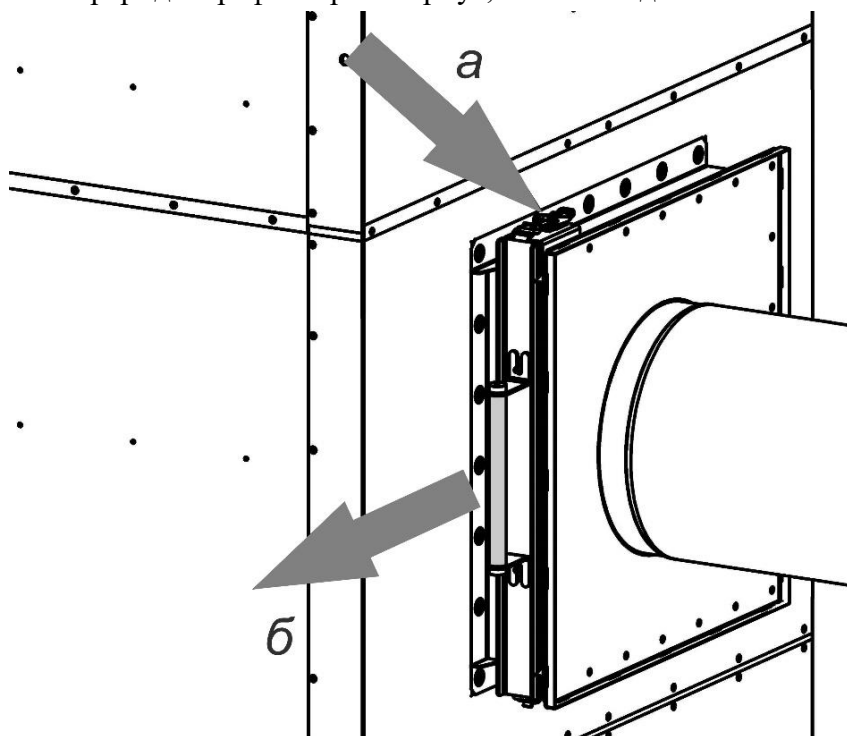

Рисунок 18
- 2) разжать замки-защёлки (а) на корпусе префильтра (рисунок 18);